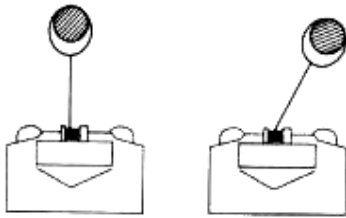

Fig. 3
5. Evitare continue trazioni da angoli estremi poiché ciò causerebbe l'accumulo della fune su un lato del cilindro (vedi fig.3) e il conseguente danno alla fune metallica.